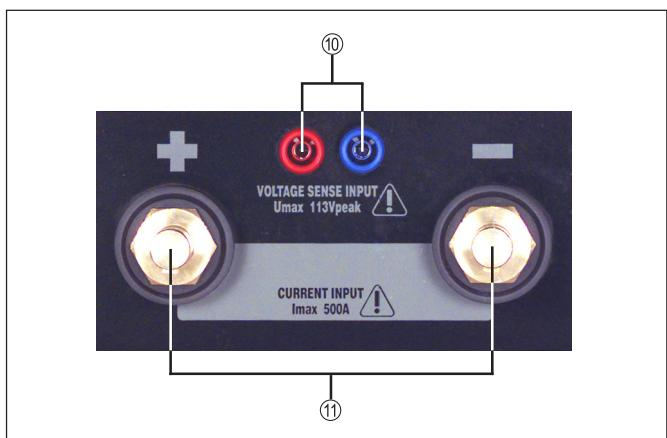
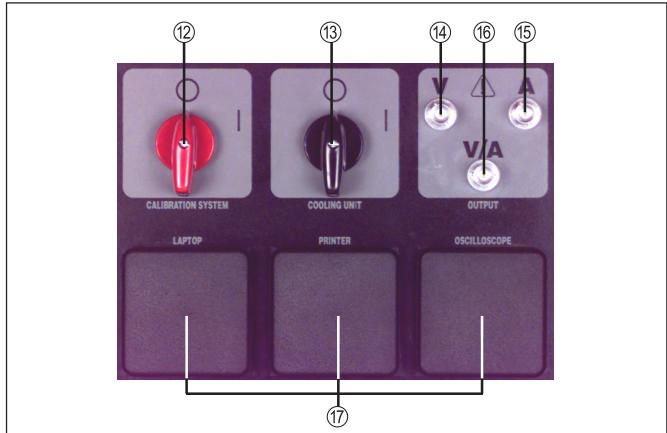

Abb.3 Anschlüsse an der Vorderfront
Abb.4 Bedienelemente / Anschlüsse an der Rückfront
②⁷ **Meßleitung** ... zur Herstellung einer Verbindung zwischen dem Kalibriersystem (Abb. 4) und einem externen Meßgerät.
②⁸ **Verbindungsleitung Brennersteuerung**
②⁹ **Fronius-Zentralanschluß-Adapter**
②¹⁰ **Euro-Zentralanschluß-Adapter**
②¹¹ **Stromkabel +/- mit Senseleitungen** ... Verbindung zwischen dem Ausgang des Schweißgerätes und dem Kalibriersystem (Abb. 3, Stromanschluß ⑪ und Sense-Eingang ⑩).
②¹² **Taster Start** ... mit Taster Start kann Startsignal für die Stromquelle in den Betriebsarten WIG und MIG/MAG gegeben werden; Funktion nur aktiv wenn Verbindungsleitung Brennersteuerung ②⁸ zwischen Schweißgerät und Kalibriersystem angeschlossen ist.
②¹³ **Überbrückungsschlauch Wasserkreislauf** ... bei Verwendung des Euro-Zentralanschluß-Adapter
②¹⁴ **Adapter BNC-Buchse auf Bananenstecker** ... zum Verbinden der Meßleitung + Filter mit einem Meßgerät
②¹⁵ **Tiefpaßfilter** ... dient zur Filterung der Meßsignale, welche mit hochfrequenten Störungen überlagert sein können (Grenzfrequenz  $f_g = 5\text{kHz}$ ). Der Filter ist grundsätzlich mit dem Ende der Meßleitung zu verbinden, d.h. direkt vor dem Meßgerät.